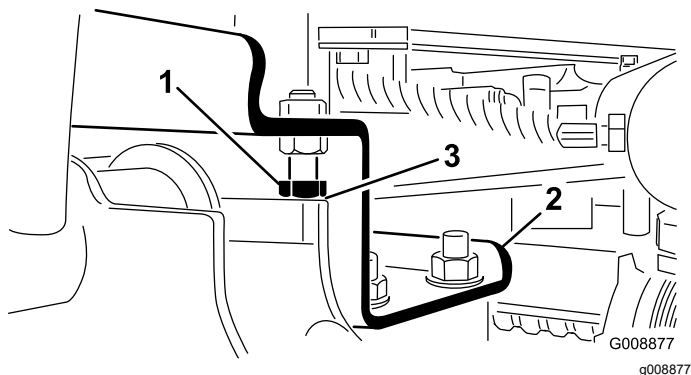

Figura 26
- A. Allentate il bullone di arresto e regolate il cilindro in modo tale da ottenere il gioco desiderato (Figura 26).
2. Verificate che il gioco tra ciascun braccio di sollevamento e il bullone di arresto sia compreso tra 0,13 e 1,02 mm (Figura 26).